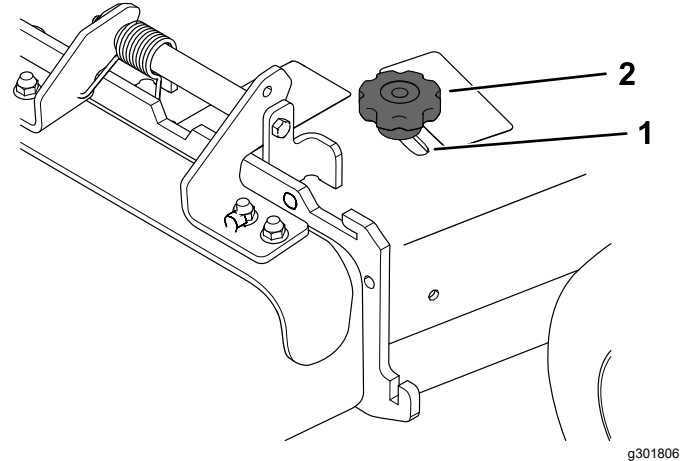

Figure 21
3. Pour régler le déflecteur, desserrez le bouton (Figure 21).